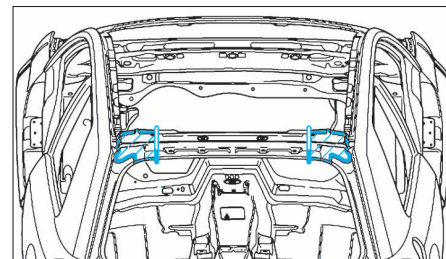

FIG. 50
- Procéder à une découpe grossière au niveau du cadre arrière de pavillon (Fig.50).